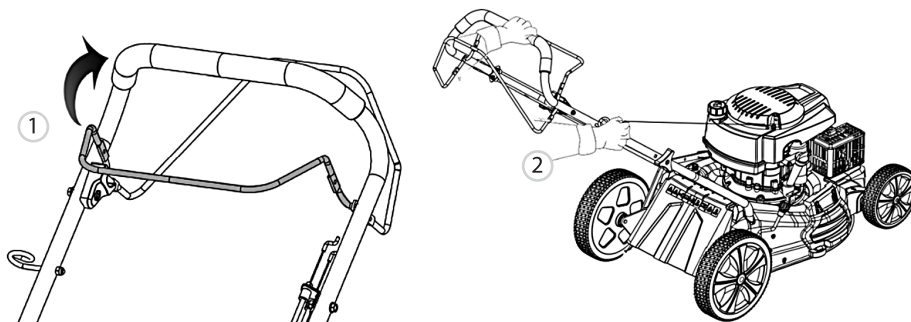

Рис. 9
3. Для ручного запуска нажмите ручку управления тормозом (1, рис. 9), медленно вытащите шнур ручного стартера, пока не почувствуете сопротивление, а затем быстро потяните его (2, рис. 9). Повторите данный процесс несколько раз до запуска двигателя. После запуска двигателя медленно верните его на направляющий болт троса.